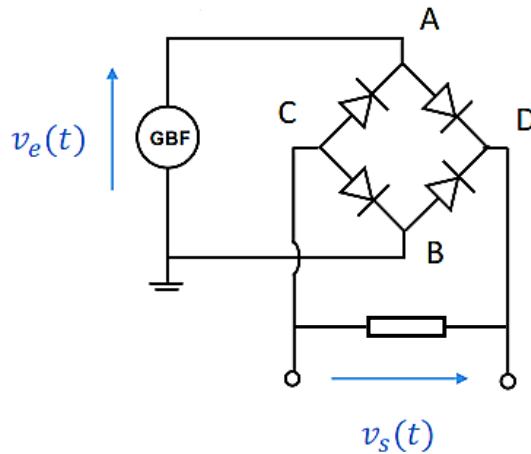

Figure. 10
- e. Si on met un condensateur « C = 100 μF » dans la sortie du montage de la (fig 10) tracer le signal de sortie sur un papier millimétré.